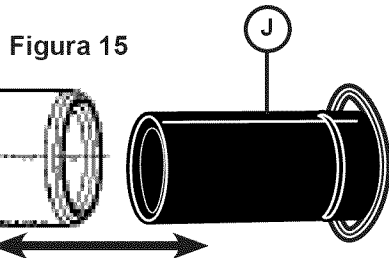

Figura 15
2. Obtenga la pinza de resorte para el adaptador de hule (J), para la manguera de drenaje incluida en el Kit de instalación de la lavadora de platos (**no la reemplace**).
3. Introduzca la manguera de drenaje de la lavadora de platos en el extremo de la **manguera de drenaje** (consulte la **Figura 15**). Asegúrese de introducir completamente la manguera de drenaje.